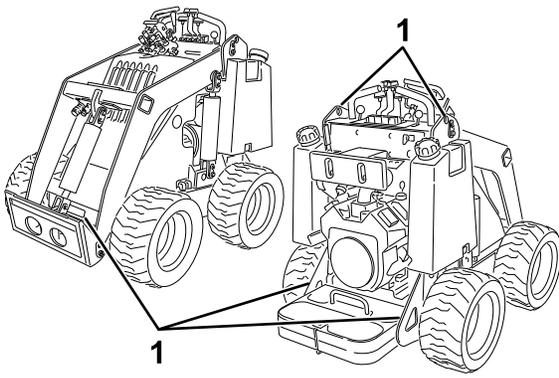

Рисунок 15
8. Используя металлические скобы для фиксации на машине, надежно прикрепите машину к прицепу или грузовику с помощью стропов, цепей, троса или веревок (Рисунок 15). Изучите местные нормативные документы по требованиям к креплению оборудования.
Вы можете поднять машину, используя в качестве такелажных точек скобы для фиксации/подъема; см. Рисунок 15.